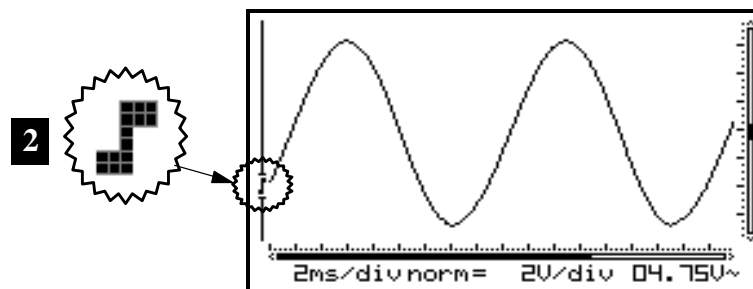

Fig 42
**2. Démarrage sur le flan descendant du signal :** L'écran n'affiche le signal que lorsqu'il détecte un flan négatif, c.-à-d. que le signal doit aller de haut en bas pour provoquer le démarrage. (Fig. 42)